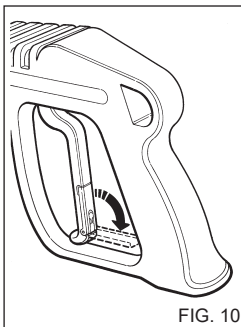

FIG. 10
- Quand le nettoyeur haute pression n'est pas utilisé, fermer le dispositif de sécurité de la poignée.(fig. 10).